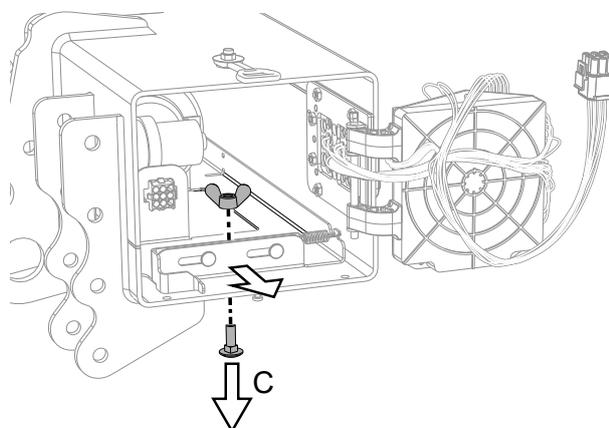

Figura 19. Liberación del grupo hidráulico
4. Liberar el grupo hidráulico, para ello aflojar la tuerca de mariposa y el tornillo correspondiente (C) y retirar el grupo hidráulico hasta que la tapa del depósito sea accesible, véase Figura 19.